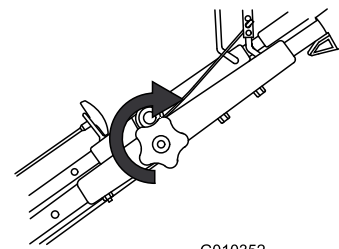

Figura 18
3. Apriete todo lo que pueda el pomo del manillar superior (Figura 18).